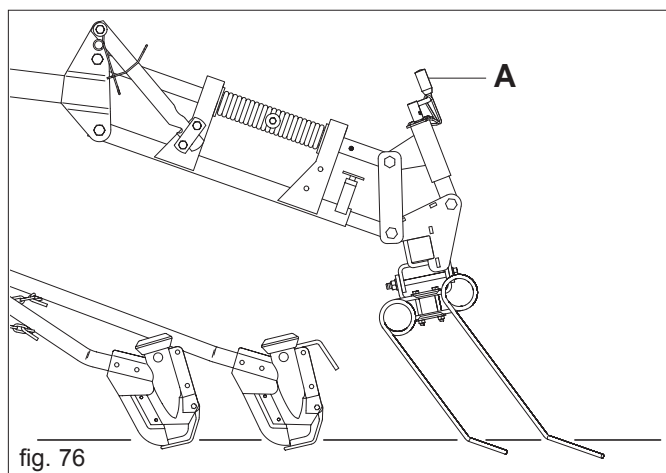

fig. 76
Die normale Arbeitsposition der Egge wird auf Abb. 76 illustriert. In dieser Position ist der Verschleiß der kurzen und langen Zähne gleichförmig. Durch Einwirken auf die Einstellkurbel (A) kann die Neigung der Egge verändert werden.